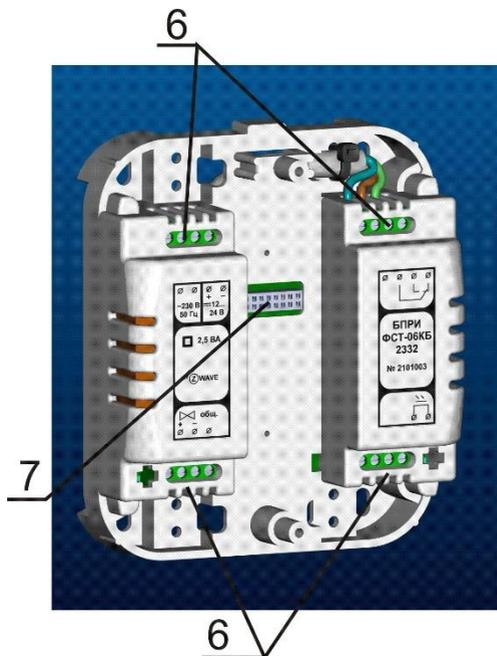

Рисунок 4.3 БПРИ ФСТ-06
4.1 Внешний вид ФСТ-06 представлен на рисунке 4.1. Конструктивно ФСТ-06 состоит из метрологически аттестованного блока сигнализатора загазованности (см. рис.4.2), блока питания, реле, интерфейсов (см. рис.4.3) и легкоъемной декоративной крышки (поз. 2).